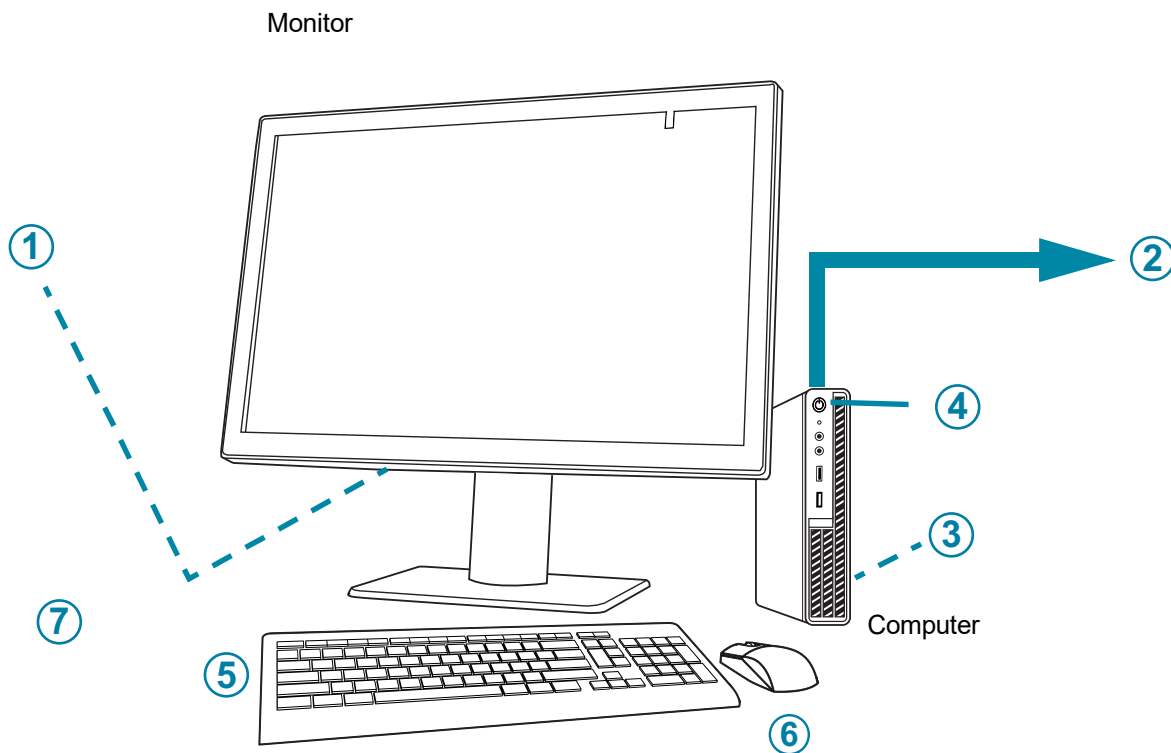

Figura 1-4 Computer della stazione di revisione
Legenda della Figura 1-4
①	Pulsante di alimentazione del monitor, sotto il coperchio del vano connettori
②	Collegamento al server di gestione immagini (descritto nella Figura 1-4)
③	Scheda processore del computer, installata nel computer
④	Pulsante di alimentazione del computer, la posizione varia a seconda del modello di computer
⑤	Tastiera del computer
⑥	Mouse del computer
⑦	Scanner per codici a barre (opzionale, non mostrato nella Figura 1-4)